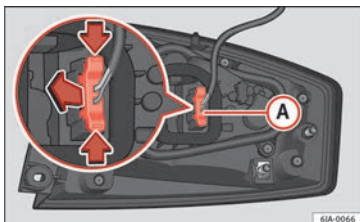

Fig. 99 Connecteur du feu au dos de l'unité des feux arrière.
- Débranchez le connecteur **(A)** » **fig. 99** du feu en actionnant ses leviers latéraux (flèches) et en le tirant vers l'extérieur.